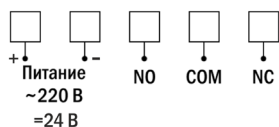

Рис. 2. Схема подключения
5. Подключите датчик к внешнему оборудованию согласно схеме подключения (рис. 2). Для питания датчиков =24 В используются блоки питания, например, БП67, БП97, DR.